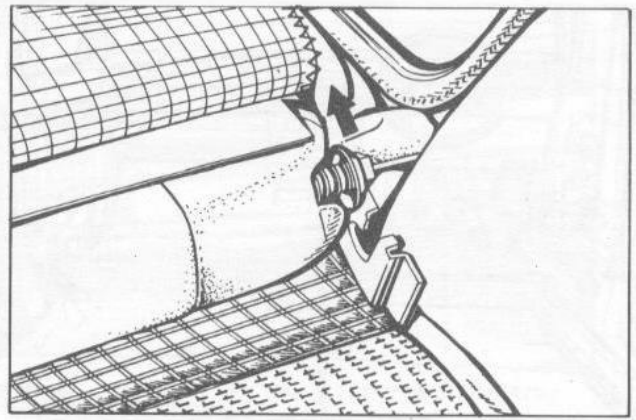

Bild 8-48. Absetzen der Rückenlehne des Rücksitzes
- Rückenlehne der Sitzbank herausnehmen (Bild 8-48).